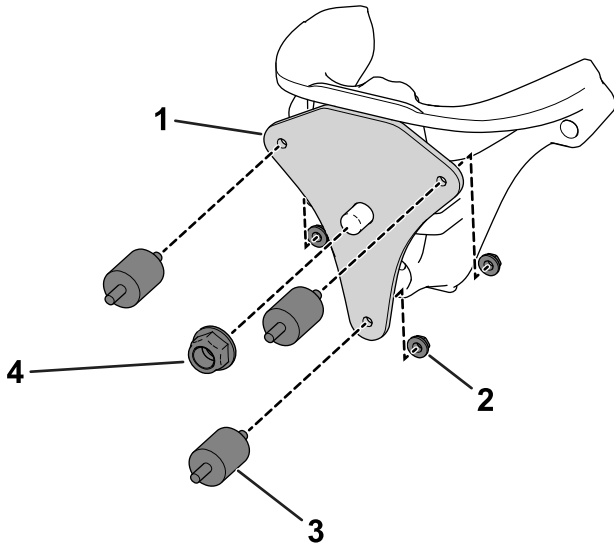

Bild 5
8. Befestigen Sie die Befestigungsplatte am Lenkkopf mit einer Mutter (5/8") (Bild 5).
9. Befestigen Sie drei Gummidämpferbefestigungen mit drei Muttern (5/16") an der Befestigungsplatte, wie in Bild 5 abgebildet.